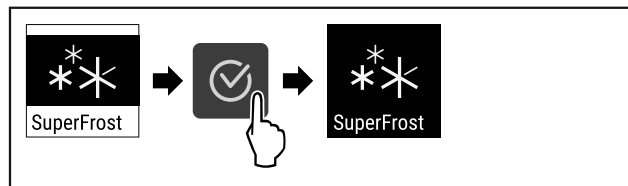

Fig. 93
- ▶ Kryeni hapat e veprimit (shihni Fig. 93).